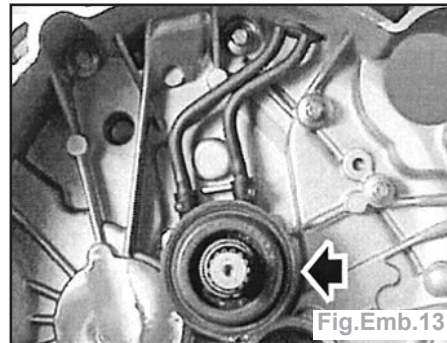

Fig.Emb.13
- Déposer la butée de débrayage (Fig.Emb.13).